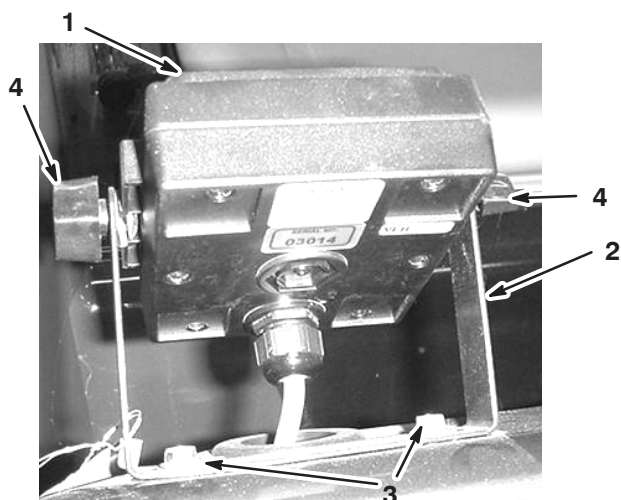

Figura 3
2. Coloque no suporte, sem apertar, os 2 parafusos de carroçaria e as anilhas de borracha, e os manípulos como se mostra na figura 3 e 4.